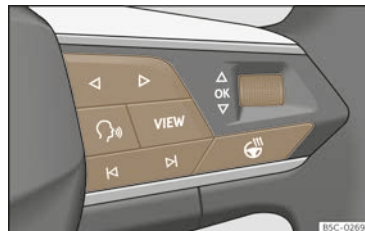

Abb. 10 Rechte Seite des Multifunktionslenkrads: Bedienelemente für die Menüs und Informationsanzeigen im Kombi-Instrument (modellabhängig).
Solange eine Warnung der Priorität 1 vorliegt, >>> S. 26, kann auf kein Menü zugegriffen werden. Einige Warnmeldungen können über die Taste **OK** am Multifunktionslenkrad bestätigt und ausgeblendet werden >>> (Abb. 10).
• Falls eine Meldung oder das Fahrzeug-Piktogramm angezeigt wird, drücken Sie die Taste **OK** >>> (**Abb. 10**); ggf. mehrere Male.